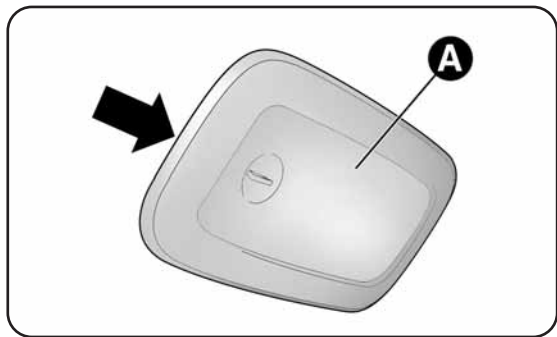

fig. 28
- agire nel punto indicato dalla freccia e rimuovere la plafoniera A-fig. 28;